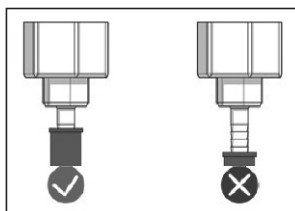

Abb. 5
2. Den/die Sauerstoffeingangsanschluss/-anschlüsse A und B mit dem/den Durchflussmesser/n verbinden (siehe ABBILDUNG 5). Vor Aktivierung der Gasversorgung die ordnungsgemäße Verbindung überprüfen.